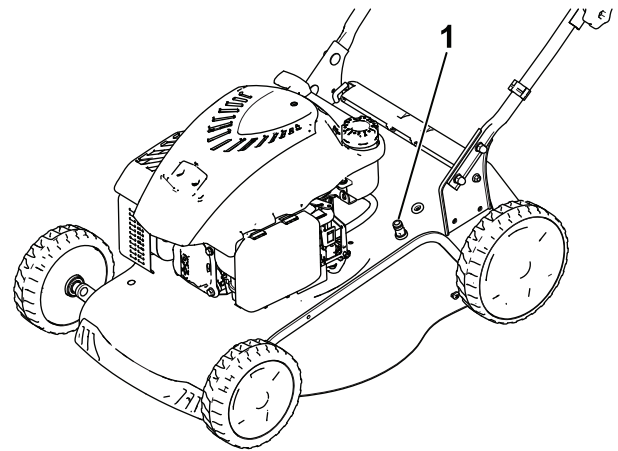

Figura 18
5. Conecte una manguera de jardín que esté conectada a un grifo al conector de lavado rápido (Figura 18).